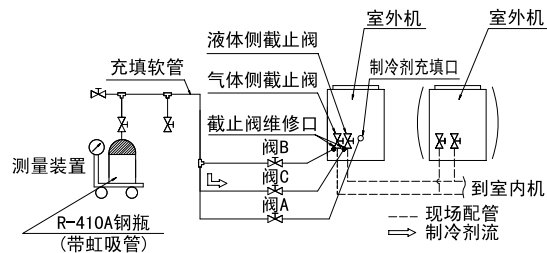

图2
3. 打开阀 C (请参见图 2。必须保持阀 A、B 及液体侧截止阀和气体侧截止阀关闭), 从液体侧截止阀维修口充填“追加充填量”的制冷剂。